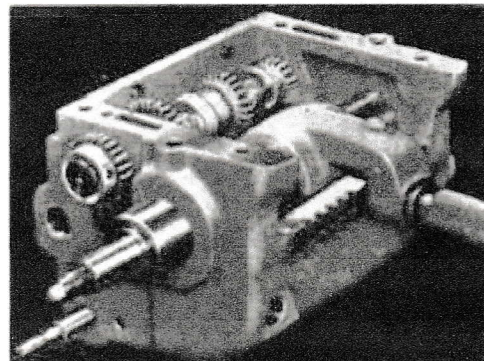

Fig. 20
- 10 Déposez le couvercle supérieur N° 260 de la boîte d'avance, le pignon de 72 dents N° 186, et la lyre 202 complète avec les engrenages. Fig. 20.